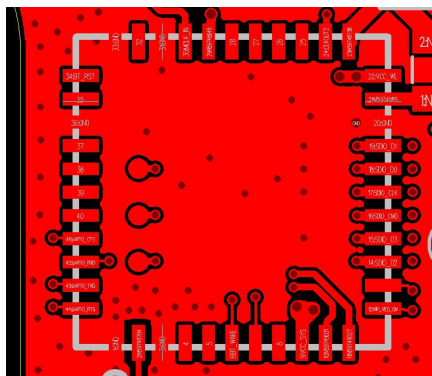

图16-10
- 模组下方第一层保持完整的地，不要有其他信号走线，如图16-10。